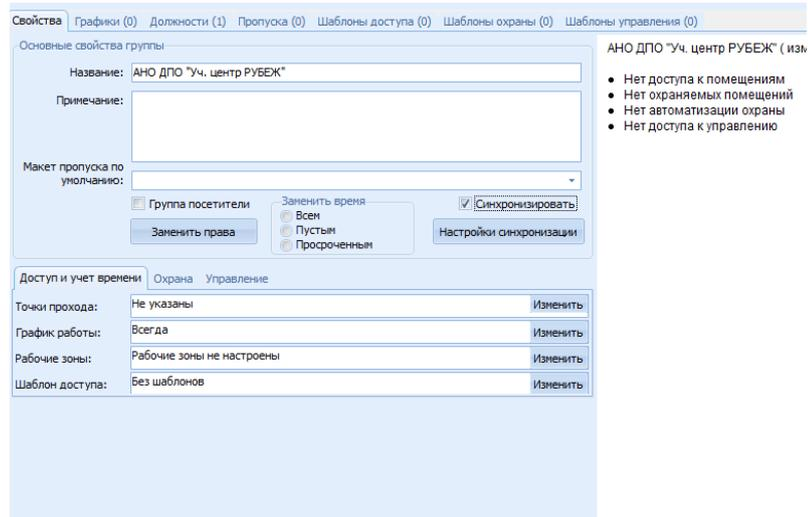

Рисунок 33.1 – Вкладка Персонал, настройка «Синхронизировать»
- 2) В ПО «ОЗ» перейти на вкладку Персонал. Выбрать в структуре папку-подразделение для синхронизации объектов и на закладке Свойства поставить галку «Синхронизировать» (рисунок 33.1). При этом становится доступной кнопка «Настройки синхронизации».